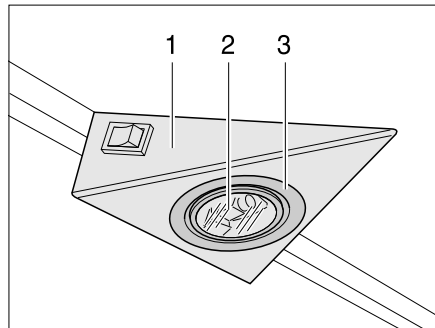

Bild 259 Halogeneinbauleuchte
Die Halogeneinbauleuchte ist in einem Gehäuse (Bild 259,1) versenkt eingebaut.
- Inneren Abdeckring (Bild 259,3) mit einem Schraubendreher vom Gehäuse lösen.
- Halogenglühlampe (Bild 259,2) entfernen.